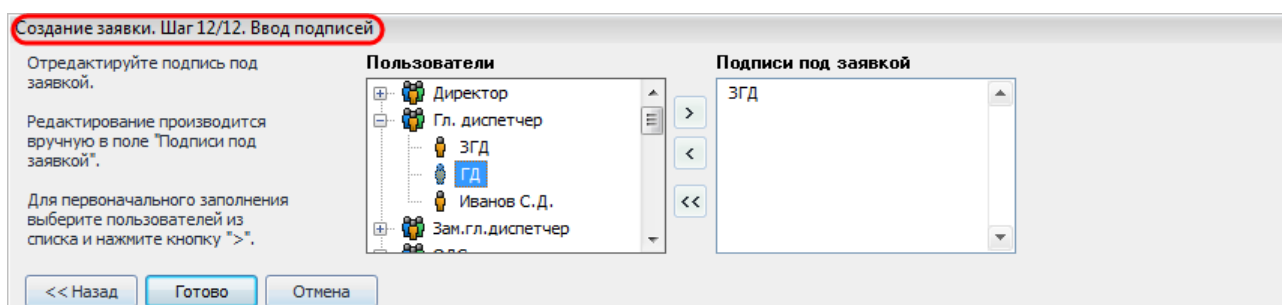

Рисунок 10.38 – Ввод подписи
- **«Шаг 12/12. Ввод подписей».** На данном шаге необходимо ввести подпись пользователя, подающего заявку (Рисунок 10.38). Пользователя можно выбрать из списка пользователей данного предприятия, либо ввести вручную (в случае создания заявки за «чужое» предприятие). Список формируется из пользователей, обладающих правом «Право последней подписи» или правом «Право подписи за службу». Для *пользователя предприятия-абонента* список формируется из действующих пользователей, обладающих правом «Подготовка заявки» и принадлежащих службам у которых в справочнике «Службы и пользователи | Интерфейс администратора» установлено ограничение по предприятию-абоненту. Для *пользователя текущего предприятия* на экземпляре список формируется из действующих пользователей, обладающих правом «Подготовка заявки» и принадлежащих службам у которых в справочнике «Службы и пользователи | Интерфейс администратора» НЕ установлено ограничение по предприятию-абоненту.